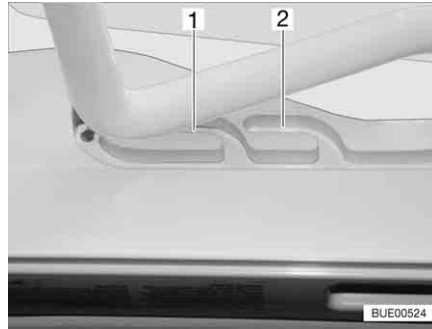

Fig. 18 Oblò inclinabile in posizione di ricircolo d'aria
È possibile portare l'oblò inclinabile in due posizioni di ricircolo d'aria: Posizione brutto tempo (Fig. 18,1) e posizione centrale (Fig. 18,2).
- Premere la staffa leggermente verso l'alto e spingerla nella guida selezionata (Fig. 18,1 o 2).